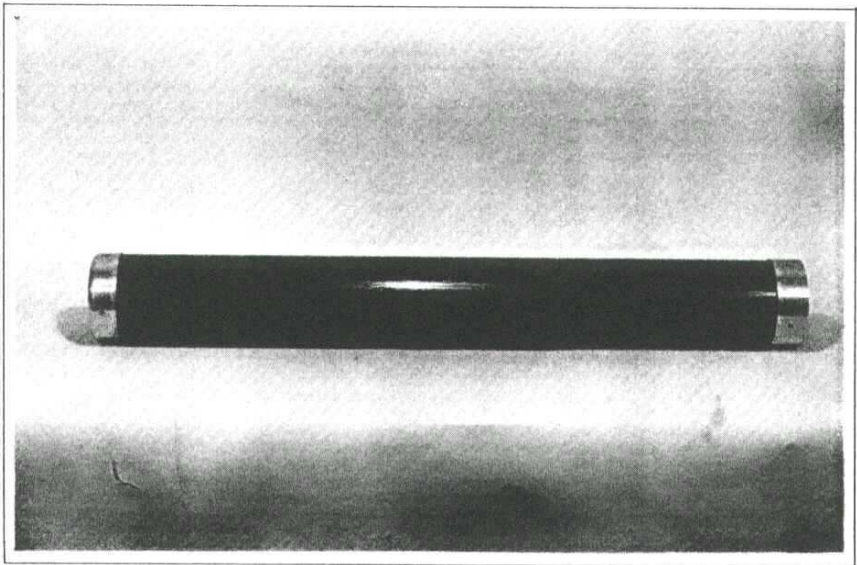

Fig 2-6. Calço do tubo
f. **Calço do tubo** (Fig 2-6) — é um cilindro de madeira dura que colocado no fundo do tubo do Mrt 4,2'' limita a penetração do tubo de 60mm, recebe os esforços de tiro do bloco de choque e os transmite à culatra do tubo principal. Possui um anel de alumínio, fixado por parafusos, em cada extremidade, para reforçar a madeira e evitar rachaduras. Na extremidade superior tem uma porca, fixa por um pino, para receber o sacador do calço e na inferior um orifício para não danificar o percutor do Mrt 4,2''.